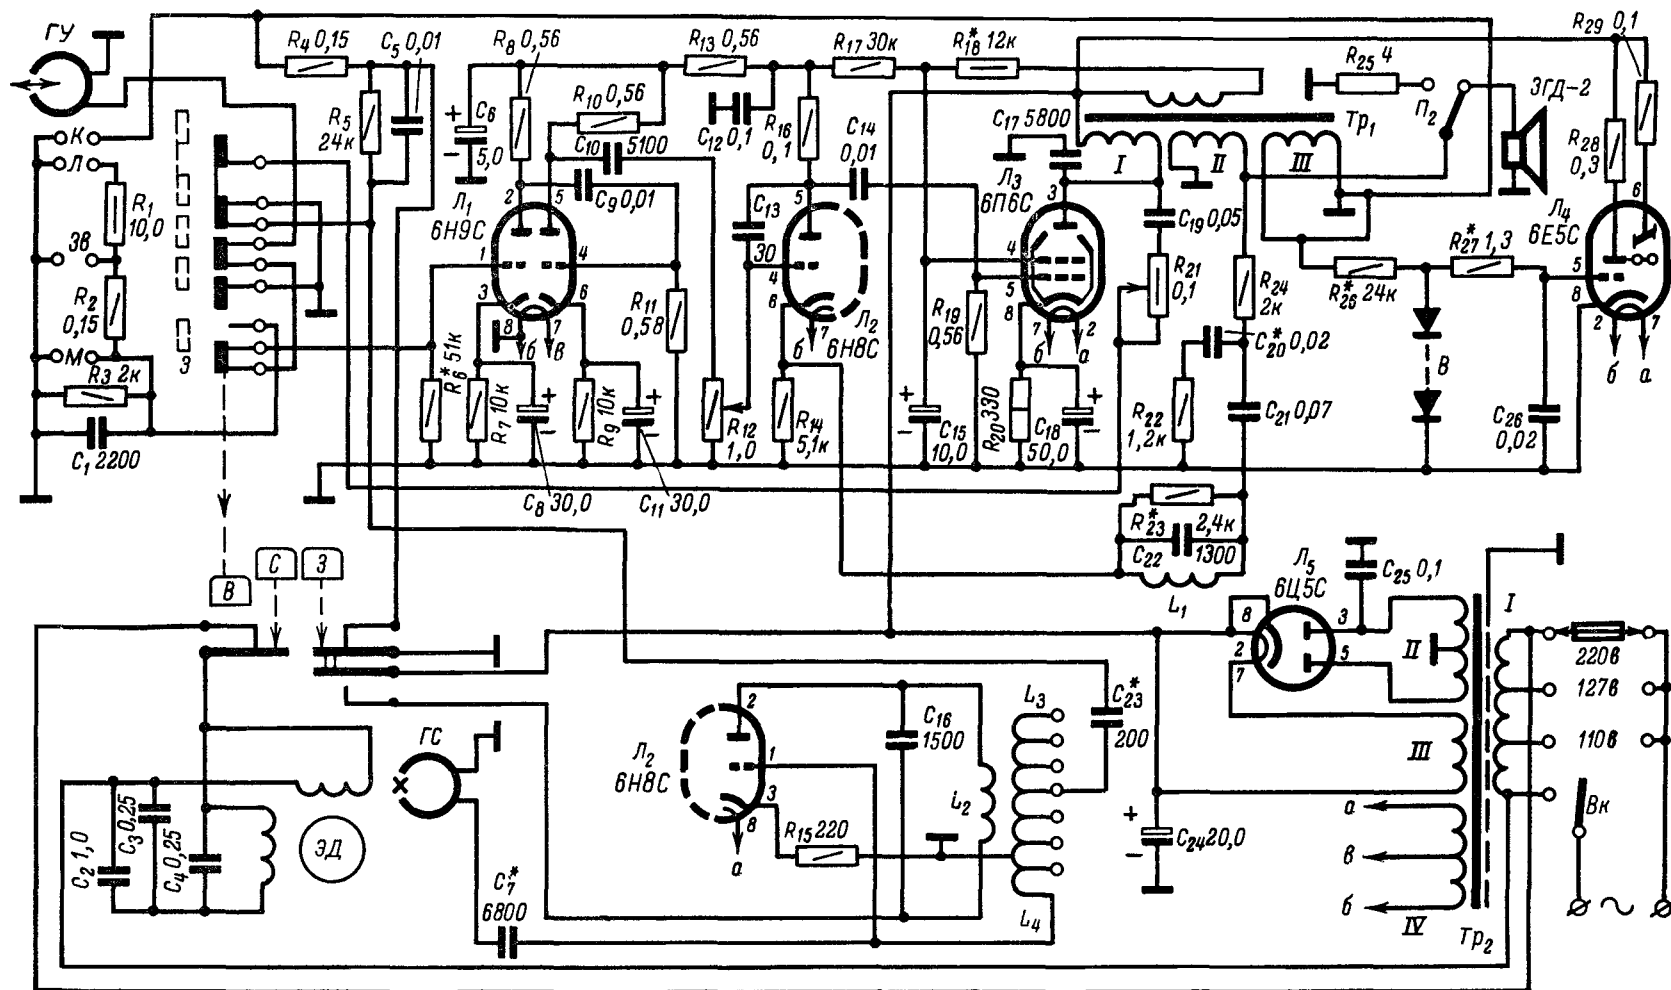

Рис. 11. Принципиальная электрическая схема магнитофона «Днепр-5». Положение контактов соответствует режиму воспроизведения.
**Усилитель, генератор и выпрямитель.** В магнитофоне применен универсальный четырехкаскадный усилитель. Принципиальная электрическая схема магнитофона приведена на рис. 11.